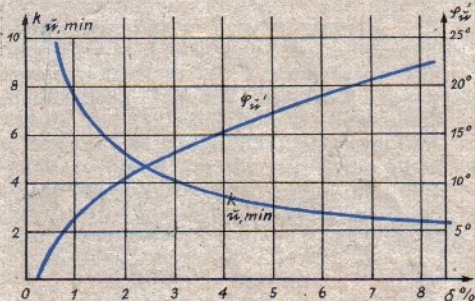

Abb. 6. k und φ in Abhängigkeit vom Fehler δ für tiefe Frequenzen
In Abb. 6 ist $k_{u, \min}$ und φ_u' in Abhängigkeit vom zugelassenen Fehler δ grafisch dargestellt; je größer δ ist, desto kleiner ist $k_{u, \min} = \frac{f_{\min}}{f_0}$, d.h. bei konstantem $f_0 = \frac{1}{2\pi C r}$ wird die Frequenz f_{\min} , von der ab der Verstärker den an ihn gestellten Forderungen entspricht, um so tiefer liegen. Der Winkelfehler φ_u' steigt gleichzeitig mit δ an.
Läßt man beispielsweise einen Fehler von 2% zu ($\delta = 0,02$) und ist die tiefste Frequenz dabei 30 Hz ($\omega = 2\pi \cdot 30 = 188$), so ist nach (8) bzw. Abb. 6 $k_{u, \min} = 4,9$. Wählt man $R_g = 0,8 M\Omega$, so ergibt sich nach (9a) für den Koppelkondensator
Für einen zweistufigen Verstärker ($n = 2$) wäre nach dem oben gewählten Beispiel mit $\delta = 0,02$ je Stufe der Gesamtfehler $\Delta = 2\delta = 0,04 = 4\%$. Soll aber der Gesamtfehler nur 2% betragen, so darf der Fehler je Stufe nur 1% ($\delta = 0,01$) sein. Nach Abb. 6 ergibt sich dafür ein $k_{u, \min} = 7$ und damit für den Koppelkondensator